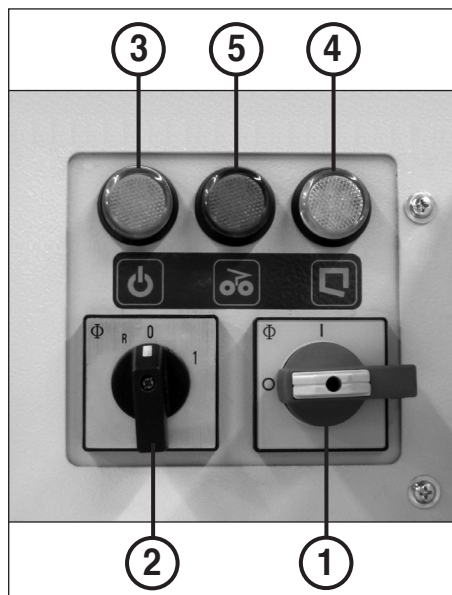

fig. 11
1. La taglierina si blocca. La spia di controllo (4) (fig. 11) si accende.
Distribuire il materiale riportato indietro e continuare la trinciatura con meno materiale. Per permettere questo, la macchina, tramite l'interruttore rotante (2) (fig. 11), deve essere prima disinscrita (pos. „0“) e poi reinserita (pos. „1“).